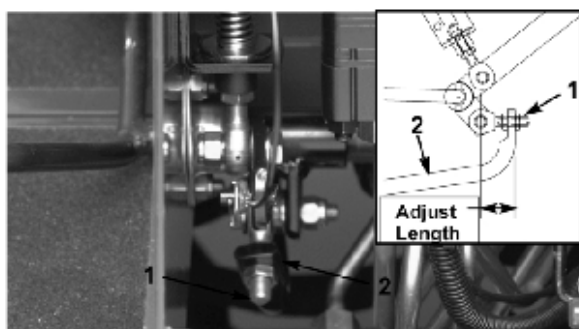

図 46
4. 前への動きを止めたい場合は、ポンプ・ロッドの端部にあるジャム・ナットを回してポンプ・コントロール・チューブ（図 46）を前へ動かす。後への動きを止めたい場合は、後へ動かす。